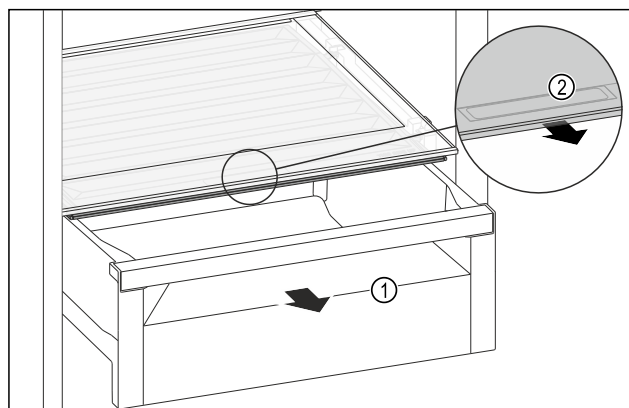

Fig. 116
- Izvlecite predal Fig. 116 (1).
- Primite prijemalno vdolbino Fig. 116 (2) na pokrovu predala in predal istočasno povlecite naprej.